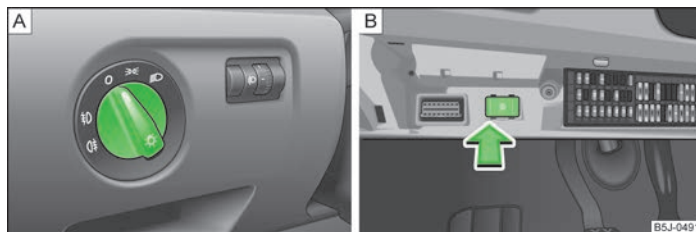

Fig. 22 Tabloul de bord: Comutatorul pentru lumini/Compartimentul siguranțelor: Comutatorul pentru lumina de zi
La autovehiculele cu volanul pe partea dreaptă ordinea aranjării întrerupătoarelor diferă parțial față de » fig. 22 la pagina 38 ordinea prezentată. Simburile de pe întrerupătoare sunt totuși aceleași.
➤ Rotiți comutatorul de lumini » fig. 22 - în poziția »⊞.
➤ Rotiți comutatorul de lumini » fig. 22 - în poziția ⊞⊞.
- Rotiți comutatorul de lumini » fig. 22 - [A] în poziția O.
- Rotiți comutatorul de lumini în poziția O » fig. 22 la pagina 38 - [A].
- Cuplați întrerupătorul pentru lumina de zi » fig. 22 la pagina 38 - [B].
- Decuplați întrerupătorul pentru lumina de zi » fig. 22 la pagina 38 - [B].
- Rotiți comutatorul de lumini în poziția lumini de poziție, » sau fază scurtă [D] » fig. 22 la pagina 38 - [A].